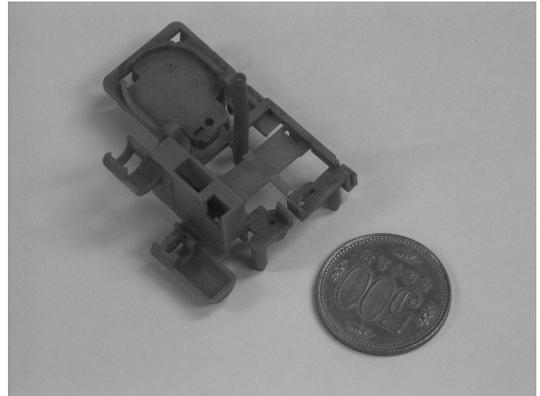
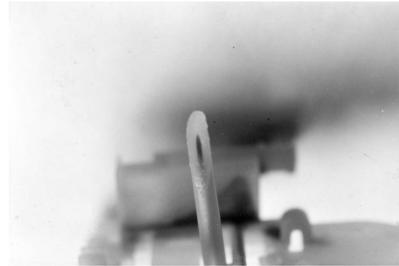

図2 【ハンディトライ】による成形品
図3 流動層とスキン層の関係
の長さで決まるが、しょせん手動であるがゆえ、本機の射出圧力 ( $300 \text{ kgf/cm}^2$ ) は通常成形機の射出圧力 ( $2,000 \text{ kgf/cm}^2$ ~) の7% 前後と極端に低い。そのような成形機でも成形を可能にするには、いかにして「射出衝撃を吸収させない」かが重要であり、図2の成形品 (PP) をもって検証した。
図3は可視化が不可能とされた流動層とスキン層の関係を示す。両者の関係は概念や文献では一般的であるが、視覚での検証は難しい。本機での検証方法は図1の左下ポット内のノズル側(下層)に透明樹脂を入れ、その上に黒色樹脂を入れる。図2で使用した金型で成形した。射出するとノズル側の透明樹脂が金型内に入り込み、その後、流動層を黒色が通過する。外形 $\phi 3 \text{ mm}$ のスプルーを斜断面にして流動層とスキン層を写し出した。射出速度により異なるが、流動層外径は平均 $0.8 \text{ mm}$ と以外と細い。スキン層と流動層の間に半溶融層も確認された。